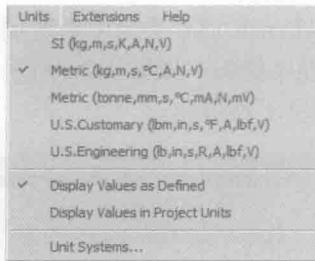
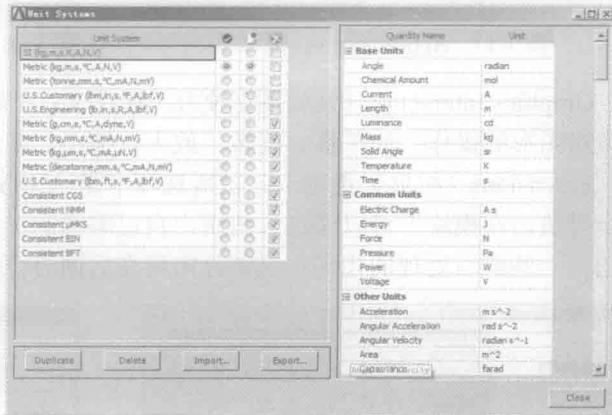

图 1-23 Units 菜单
图 1-24 Unit Systems 对话框
(5) Units (单位) 菜单如图 1-23 所示。在此菜单中可以设置国际单位、米制单位、美制单位及用户自定义单位, 单击 Unit Systems (单位设置系统), 在弹出的如图 1-24 所示的 Unit Systems 对话框中可以指定用户喜欢的单位格式。